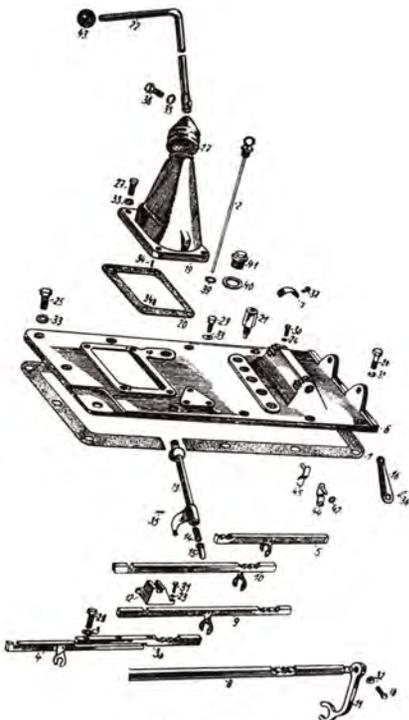

Abb. 80
1. Der Balg (Abb. 80/17) ist abziehen, die Befestigungsschraube M 8 (Abb. 80/38) des Schalthebels auszuschrauben und der Schalthebel abzuziehen.
4. Der Ölstandmesser (Abb. 80/2) ist auszuschrauben und herauszunehmen.
6. Zehn Schrauben M 8 sind aus dem Getriebegehäusedeckel auszuschrauben (Abb. 80/25, 26, 29).
Der Schalthebel ist in den unteren Teil der Schaltung (Abb. 80/12) eingeschoben und mit einer Schraube festgezogen. Auf einer Feder ist ein Bolzen gelagert, der im unteren Teil der Schaltung mit einem Stift gesichert ist. Der Bolzen bewegt sich in einer Führung, die mittels Schrauben an das Getriebegehäuse angeschraubt ist.
1. Der Getriebegehäusedeckel (Abb. 80/6) ist abzumontieren und die Dichtung abzunehmen.
2. Die Schraube M 8 an der Schaltgabel der Hydraulik (Abb. 80/18), ist zu entsichern und auszuschrauben, unter der Voraussetzung, dass der Hydraulikdeckel abmontiert ist. Dadurch wird die Gabel gelockert und kann herausgenommen werden.
3. Die Schaltführung wird durch Ausschrauben von zwei Schrauben M 8 abmontiert (Abb. 80/31). Die Schaltstange ist aus der Lagerung im Getriebegehäuse herauszunehmen.
6. Es ist zu überprüfen, ob sich im Getriebegehäusedeckel alle Sicherungen (Abb. 80/21) befinden.